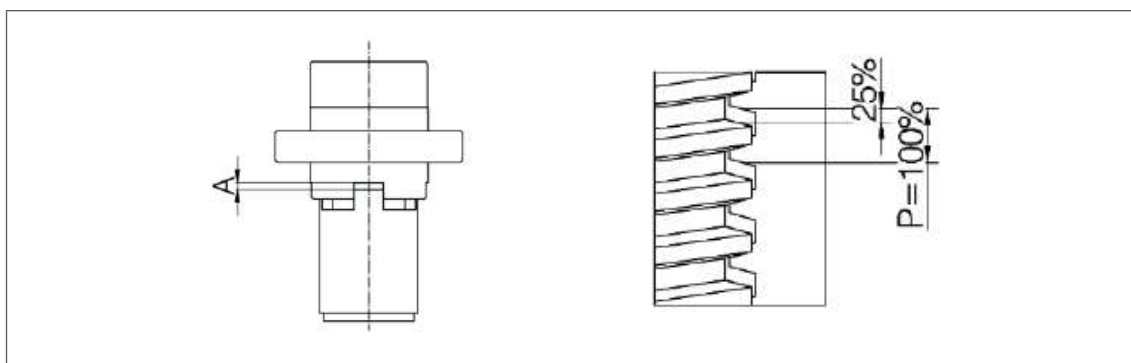

Fig. 20: chiocciola di sicurezza SIFA: controllo dell'usura della quota „A“
4. In caso di presenza della madrevite di sicurezza SIFA a controllo manuale misurare e prendere nota della dimensione „A“ (vedi fig. 20). Questa dimensione serve come parametro di riferimento per monitorare il consumo del sistema (vedi capitolo 7.1.1).
- 3. Quando è presente la chiocciola di sicurezza SIFA, controllare l'usura secondo la fig. 20 (a dx).